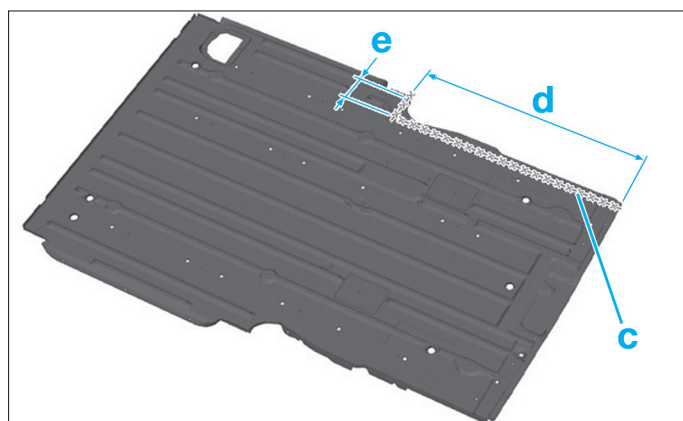

FIG. 93
- Percer au diamètre 6,5 mm pour un soudage ultérieur (Fig.93).